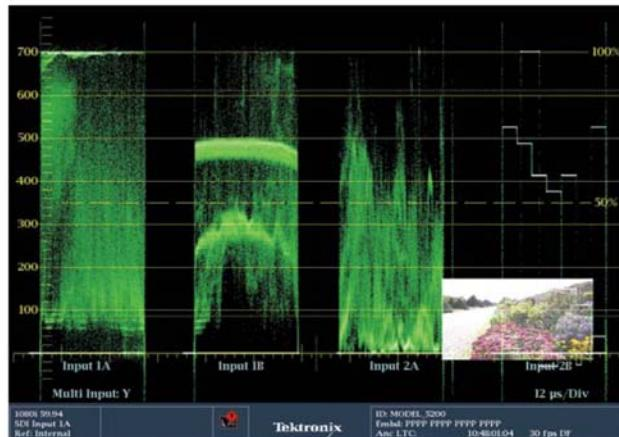

图10. 在泰克公司7000和8000系列的波形监测仪中,可以在屏幕上同时提供四种不同的、基于信号迹线的显示。
8),或者是矢量显示和矛头显示(图9)。而如果使用泰克公司的其它型号的波形监测仪,例如7000或8000系列的波形监测仪,您可以同时提供四种波形迹线显示(参见图10)。您可以选择您在某种情况下要使用的那几种显示图形并将它们作为预置项保存,以后一旦需要时您只需轻触两次按钮就可以迅速调出这些预置。这一点十分重要,所以我创建了有关预置功能的完整视频序列。